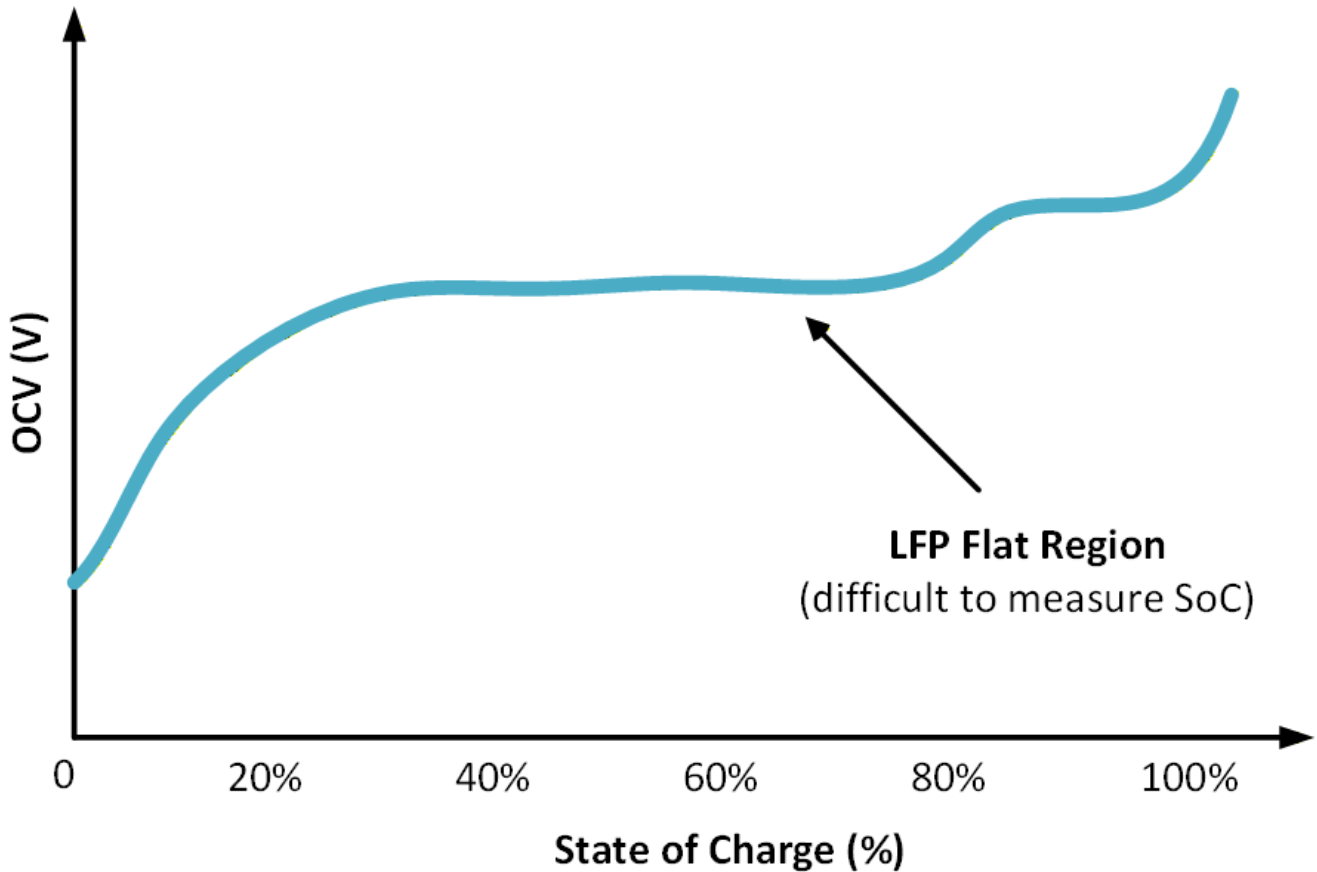

图 3-4. 展现平坦区域的 LFP 开路电压与荷电状态曲线
- **直流电压精度**：LFP 电芯在 30% 至 90% 之间表现出非常平坦的电压与荷电状态曲线（如图 3-4 所示），这使得传统的开路电压测量不准确。EIS 通过提供直接的荷电状态测量，将最坏情况下的误差从 5% 或 10% 降至 2% 以下，并提高了可用电量。